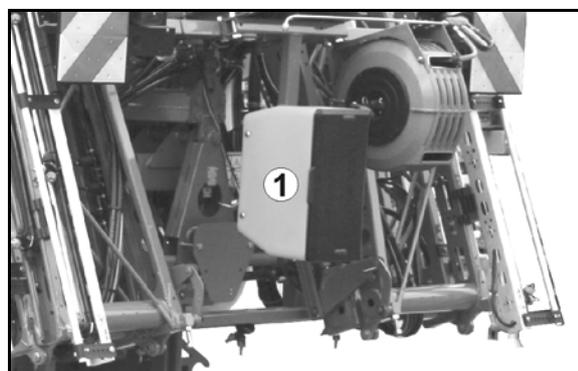

Fig. 59
- Fijar los pasadores clavija con la banda de seguridad (Fig. 58; Fig. 59/3) a la máquina (Fig. 58/5; Fig. 59/5).
ruedas **fijas traseras** (Fig. 59/1)
- o montar y asegurar mediante el pasador clavija (Fig. 58; Fig. 59/2), o bien
En caso de no utilizar las ruedas de transporte, fijar los pasadores clavija en la posición de estacionamiento (Fig. 58/4; Fig. 59/4).
Al realizar el montaje de los rodillos fijos, asegurarse de que el perno (Fig. 59/6) pase a través del taladro del bastidor, manteniendo así los rodillos en la dirección longitudinal.